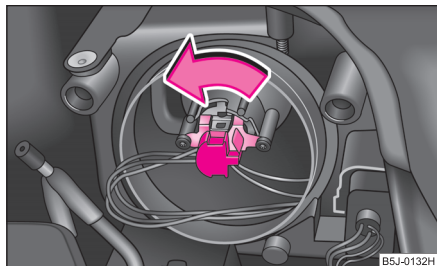

Fig. 186 Dépose de l'ampoule pour feu de croisement et feu de route
- Sur un phare avec module (ampoule halogène H7), ⇒ fig. 186, faire tourner la fiche avec l'ampoule halogène à fond vers la gauche et la sortir.